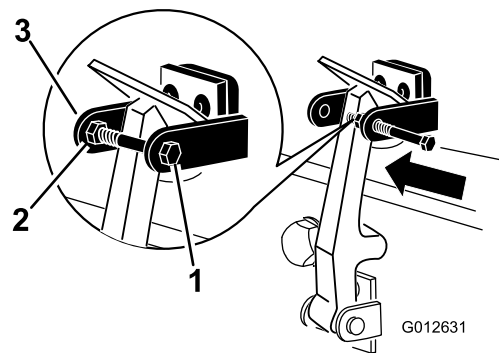

Рисунок 8
8. Установите болт в другой рычаг кронштейна защелки капота для фиксации защелки в надлежащем положении (**Рисунок 8**). Затяните болт, но не затягивайте гайку.